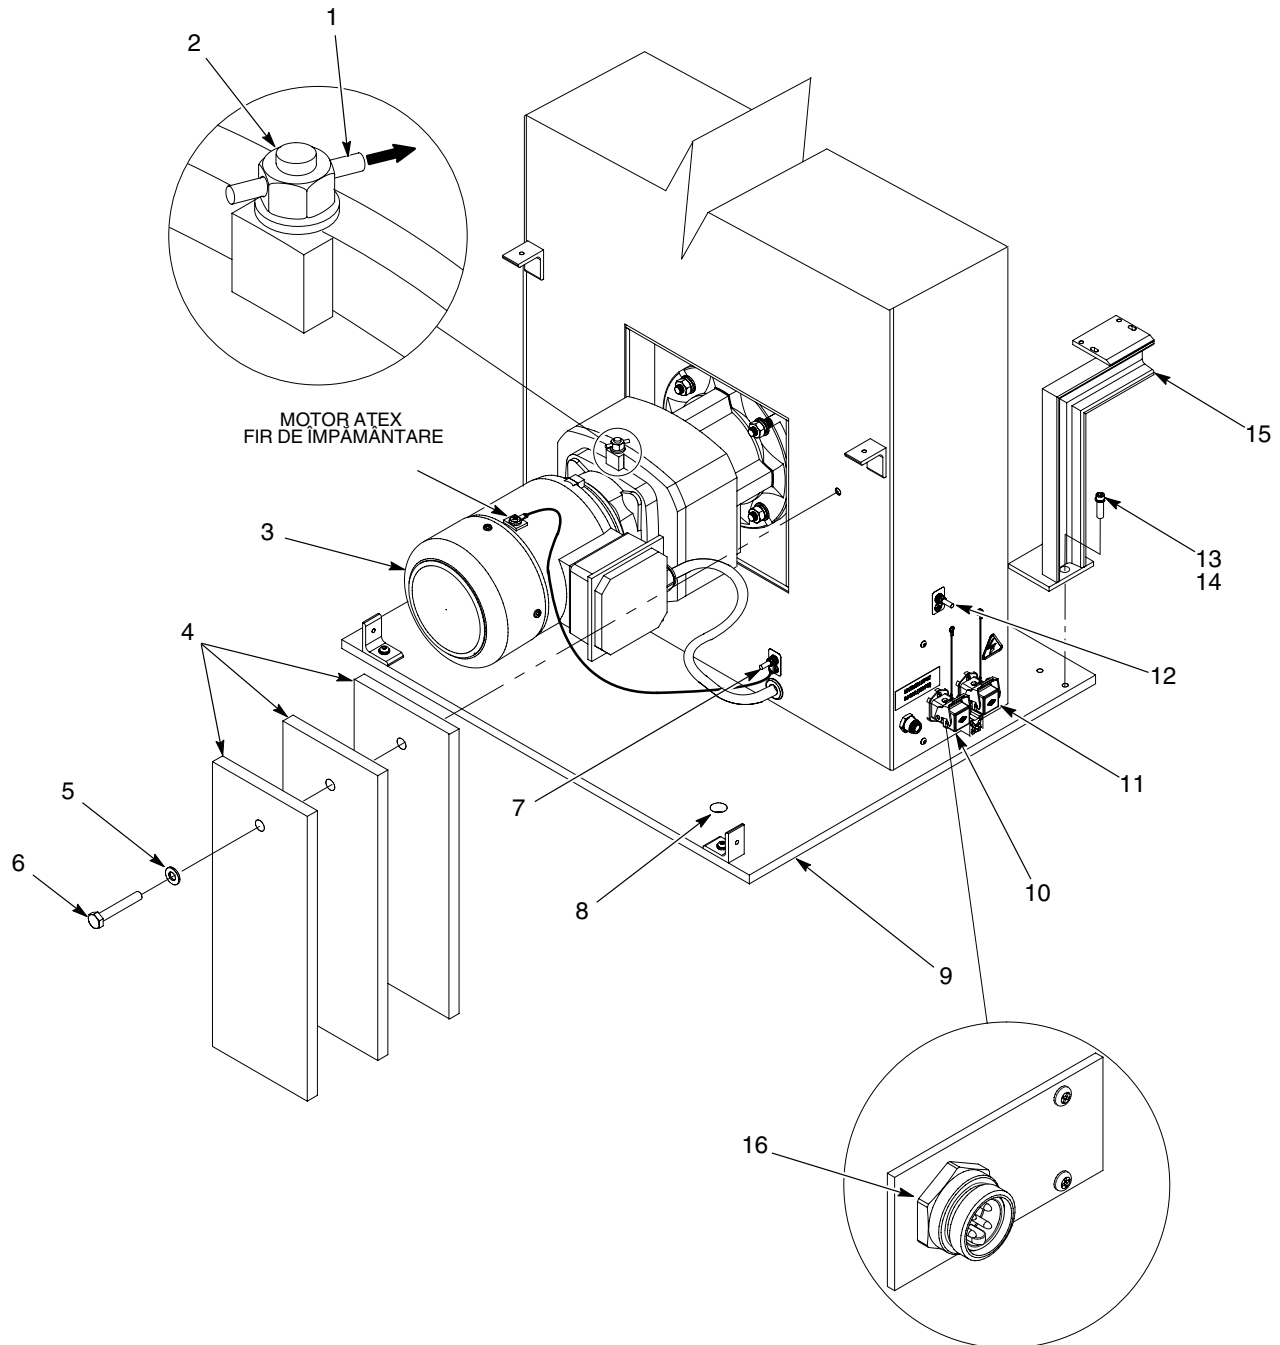

Figura 3 Instalarea
- b. A se vedea Figura 3. Montați contragreutățile (4) la oscilator, folosind șurubul (6) și șaibele de blocare (5). Strângeți bine șurubul.
2. Dacă instalați mașina cu piston pe podea sau pe un suport fix, folosiți cele patru orificii de montare existente (8). Dacă este necesar, dați găuri noi în suport sau în podea. Pentru asigurarea mașinii cu piston, folosiți dispozitive de fixare cu dimensiuni adecvate.
3. Îndepărtați dopul din cauciuc (1) de la orificiul de presiune (2).
4. Montați consola cablului (15) la baza oscilatorului (9) folosind șuruburile (13) și șaibele de blocare (14). Strângeți bine șuruburile.
A se vedea Figura 3. Împământați oscilatorul cu ajutorul știftului de masă (6) la o legătură adevărată de împământare. Testați împământarea și asigurați-vă că respectă cerințele reglementărilor locale.
**NUMAI MOTORUL ATEX:** Dacă oscilatorul are un motor ATEX, asigurați-vă că firul de împământare al motoreductorului este atașat la știftul de masă (7).
- a. A se vedea Figura 3. Conectați cablul electric pus la dispoziție de către client de la controlerul sistemului la conectorul (10).